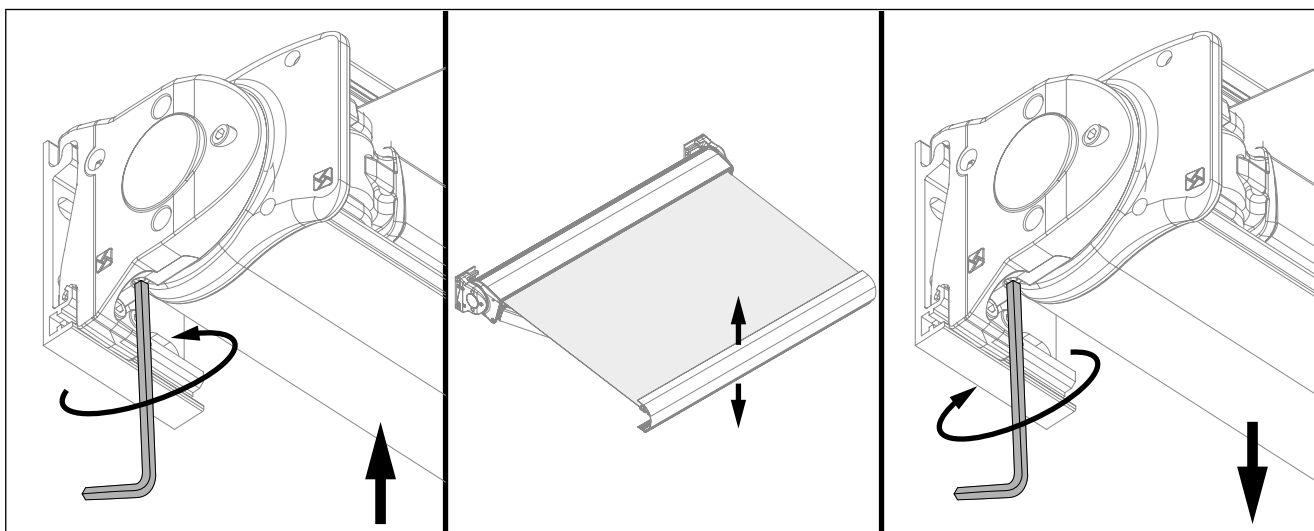
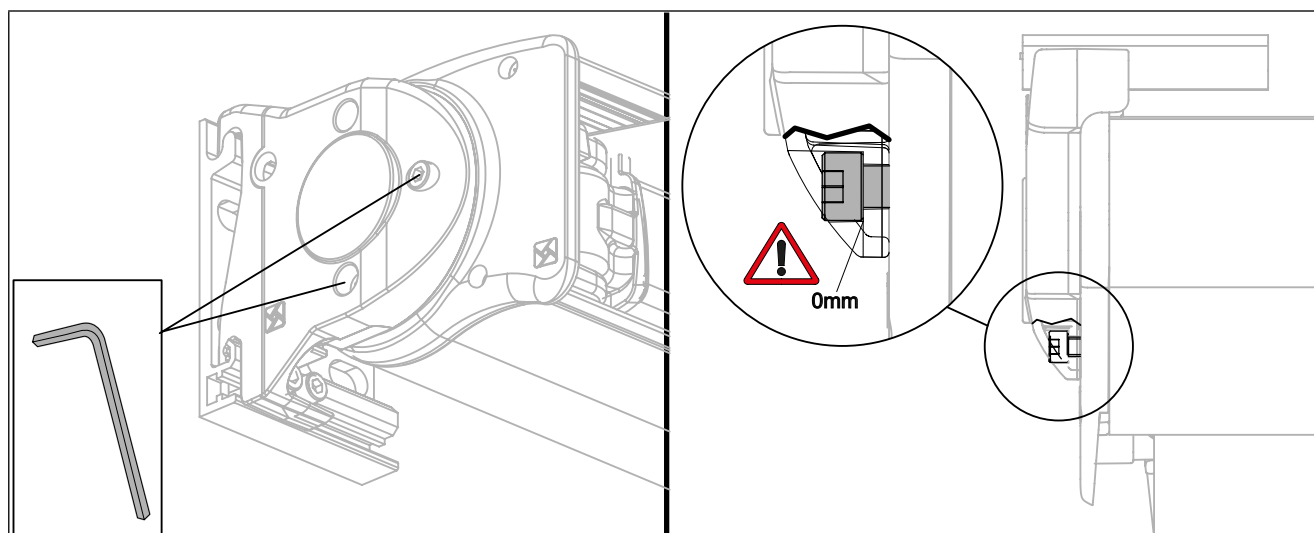

Fig. 13
Fig. 15
A) Vedi "Fig. 13" Pag. 15; B) "Fig. 15" Pag. 16.